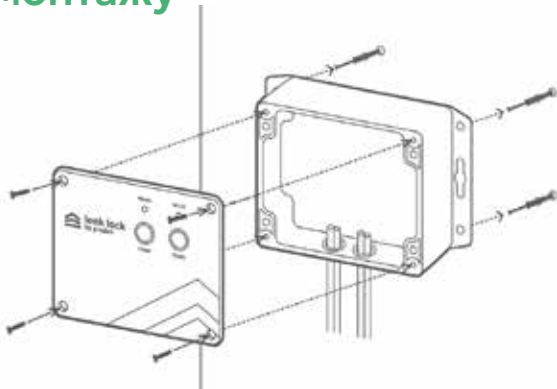

Рис. 2. Схема монтажу контролера
1. Демонтуйте зовнішню кришку контролера, відкрутивши чотири зовнішні гвинти, як показано на (рис. 2).
2. Надійно закріпіть контролер на рівній поверхні, використовуючи монтажні отвори на корпусі, згідно з (рис. 2).
3. Проведіть усі необхідні комунікації в середину корпус як показано на (рис. 2). Комунікації також можна завести через задню стінку контролера, із поверхні на котру він кріпиться.
7. Змонтуйте зовнішню кришку контролера, як показано на (рис. 2).